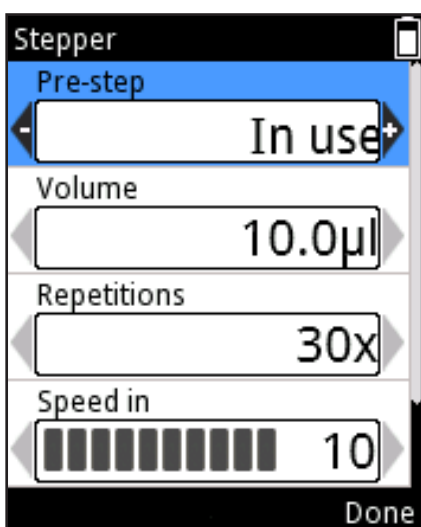

Abb. D23.
6. Ein Pre-Step ist ein zusätzlicher Dispensierschritt, der bei manchen Flüssigkeiten die Ergebnisse verbessert. Er wird standardmäßig durchgeführt („In use“), kann aber deaktiviert werden („Not in use“): Scrollen Sie zu **Pre-step** und ändern Sie die Einstellung mit , (Abb. D23).